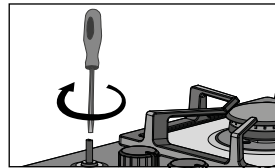

Figura 42
- Con la ayuda de un destornillador perillero, de longitud mayor a 3 pulgadas y de punta plana, lleve el tornillo hasta la posición indicada en la (Figura 42) según sea el caso.